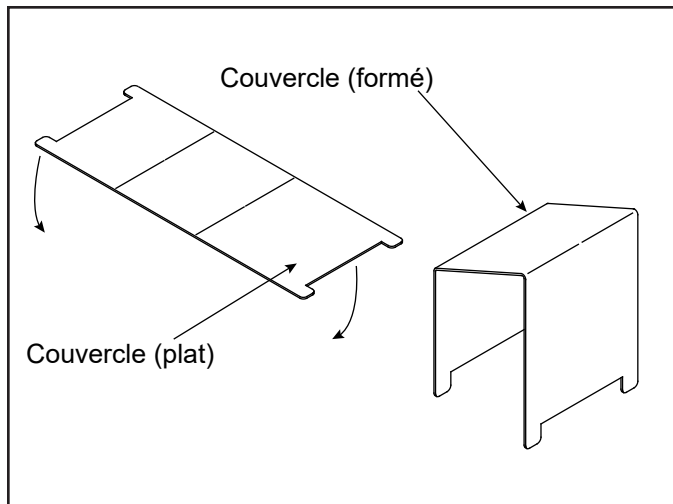

Figure 8.3 Plateau de composants
1. Donnez leur forme aux couvercles comme indiqué. Consultez la figure 8.3.